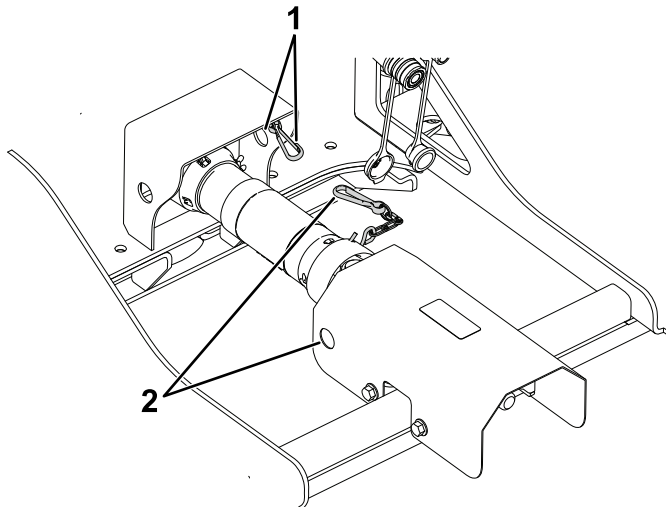

図 15
8. 図 15に示す部分に駆動シャフトカバーチェーンを取り付ける。